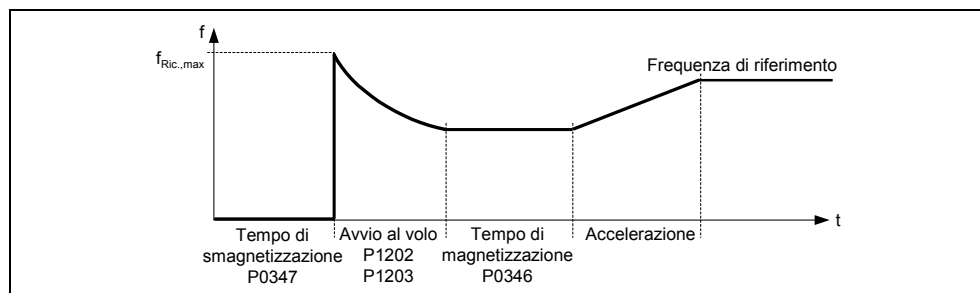

Figura 3-61 Ripresa
In relazione al contenuto del parametro P1200, trascorso il tempo di smagnetizzazione P0347, viene avviata la ripresa con la frequenza massima di ripresa $f_{\text{Ric,max}}$ (vedi Figura 3-61).
- Caratteristica V/f (P1300 < 20): con la velocità di ricerca che viene calcolata in base al parametro P1203 si riduce la frequenza di ricerca in base alla corrente del circuito intermedio. In tale fase viene utilizzata la corrente di ricerca parametrizzabile P1202. Se la frequenza di ricerca si avvicina alla frequenza del rotore la corrente nel circuito intermedio cambia improvvisamente, dal momento che si crea un flusso all'interno nel motore. Una volta raggiunto questo stato la frequenza di ricerca viene mantenuta costante e la tensione di uscita cambia con il tempo di magnetizzazione P0346 fino a raggiungere il valore di tensione della caratteristica V/f (vedi Figura 3-61).